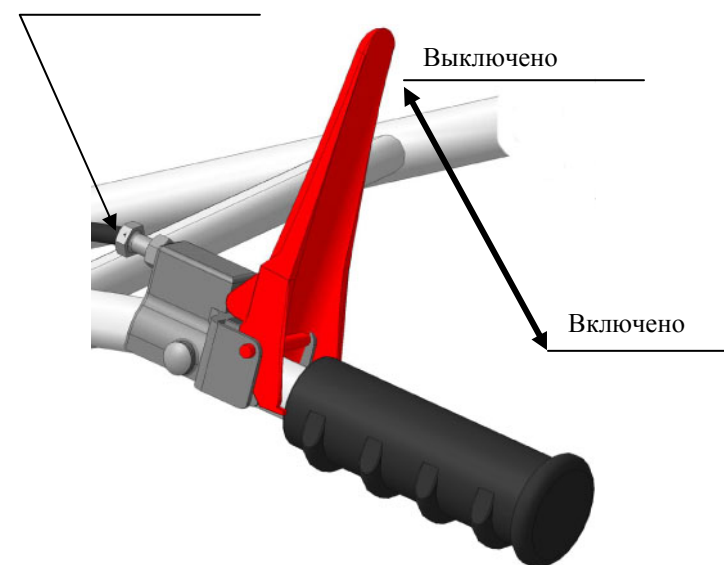

Рис. 5 Ручка в комплекте с тросом (Рычаг сцепления).
- положение рычага сцепления (в верхнем положении). (Рис.5)
- 8.5. Плавно перевести рычаг сцепления из положения «выключено» в положение «включено» и начать движение. (Рис.5)
- выключить сцепление. (Рис.5)